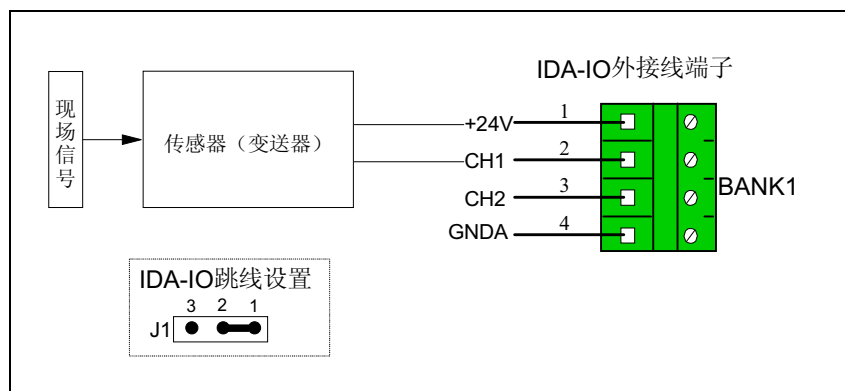

图9-6 无源二线制电流型接线示意图
1. 外接传感器或变送器为二线制电流(4~20mA)输出，需提供电源24VDC时，具体接线方法如图9-6所示，同时软件将此通道配为直流电流量通道。